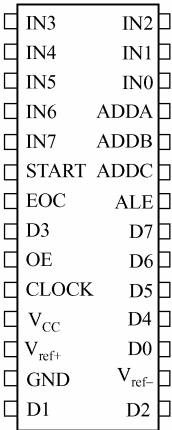

图 6.32 ADC0809 引脚
(2) 引脚功能。ADC0809 采用双列直插式封装, 共有 28 条引脚, 如图 6.32 所示。